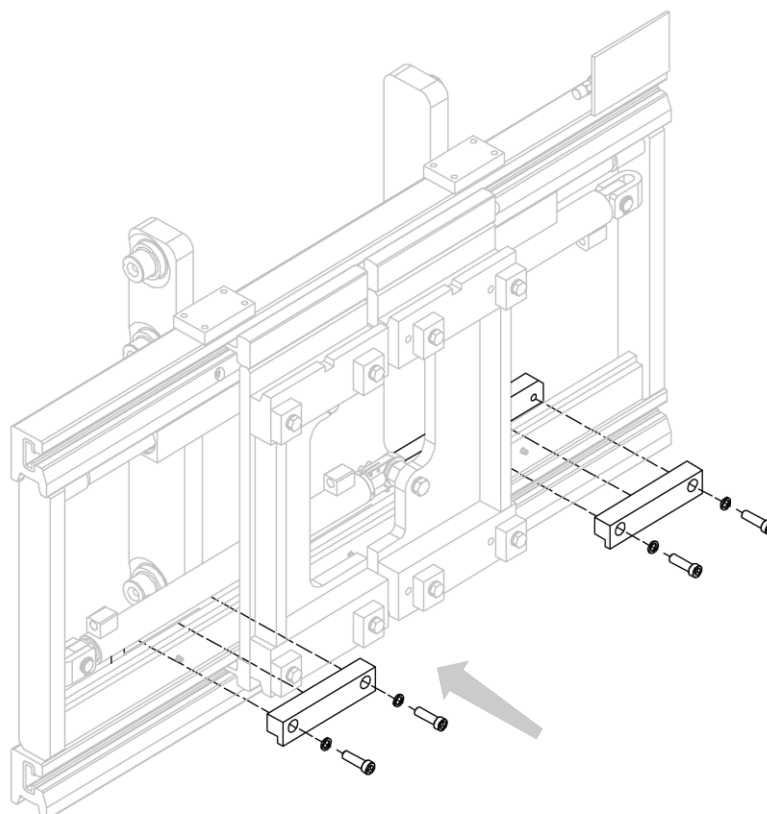

Figura 7
9. Instalar los ganchos inferiores (mira *Figura 7*).